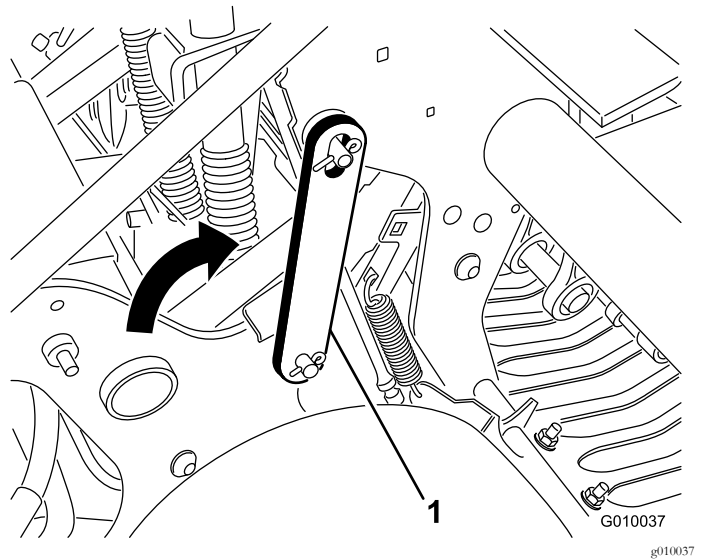

图21
4. 向后转动检修门锁并将其插入打孔头销图21。用锁紧环将其固定。